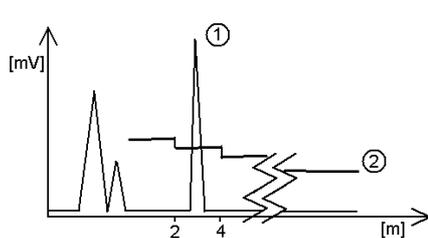

Fig. 7: Con gain 3, il segnale di livello (1) si trova tra una distanza di 2 e 4 metri / 6.5 e 13 ft. (2) è il valore limite (threshold).
Fig. 8: Il livello è sceso, facendo aumentare la distanza tra livello e flangia. Il segnale di livello riflesso (1) e di interferenza (3) sono diventati più deboli (ampiezza più piccola). I segnali di interferenza sono inferiori al valore limite (threshold) (2), il cui valore limite è 50 mV. Come anche da Fig. 7, il fattore di amplificazione è 3.